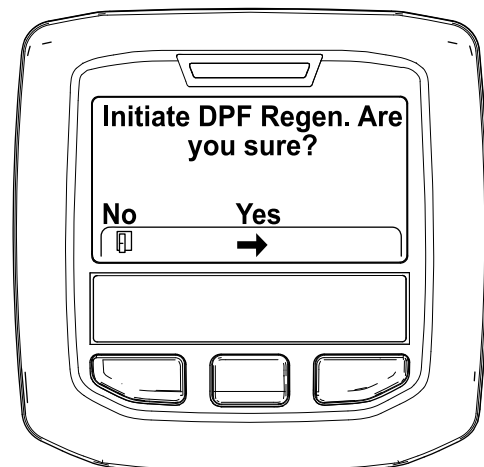

Figura 39
4. Quando surge a mensagem "Initiate DPF Regen. Are you sure?" (Iniciar Regen. DFP. Tem a certeza?), prima o botão central (Figura 39).